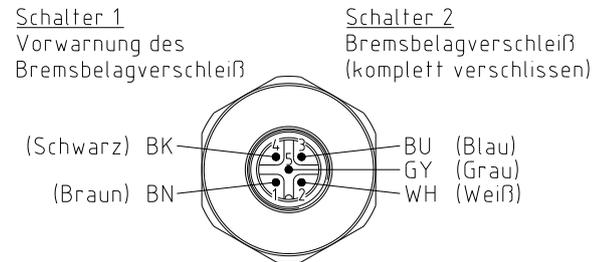

Bild 24: Anschlussbelegung der Steckverbindung
- Stellen Sie die elektrische Verbindung gemäß der Steckverbindung her (siehe Bild 24).